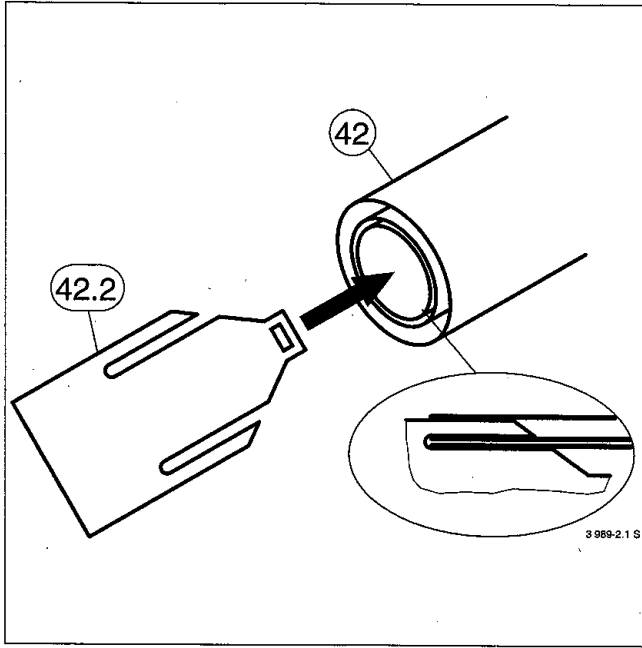

Bild 2
- Stecken Sie die Sägehilfe (42.2) in das Doppelrohr (Bild 2).